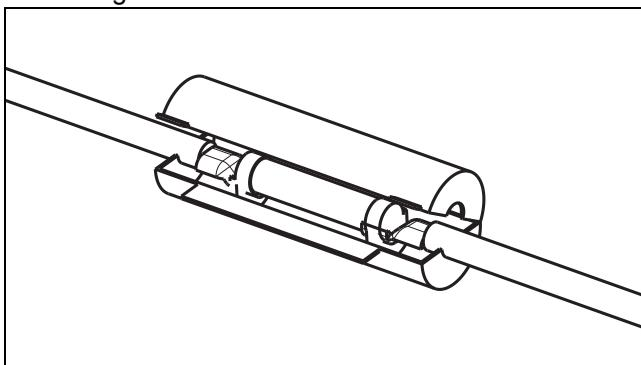

Figure 4-9. Fusible du chargeur de batterie
1. Voir la figure 4-9. Les deux moitiés du porte-fusible se séparent. Enlevez le fusible brisé.